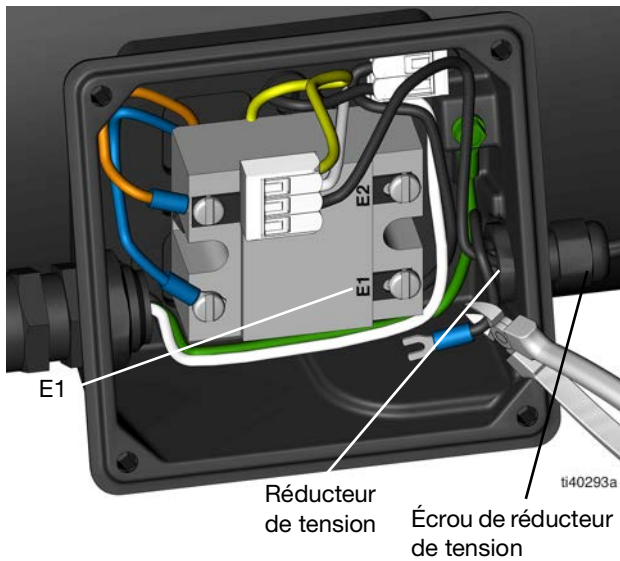

FIG. 16
8. Utilisez un tournevis pour dégager le fil du pressostat de E1. Débranchez l'autre fil du pressostat du connecteur contenant les câbles jaune et blanc (FIG. 16).
9. Coupez le fil du pressostat (FIG. 16) avec le connecteur de la fourche.
10. Desserrez l'écrou du réducteur de tension (FIG. 16).
11. Tirez le fil du pressostat hors de la boîte à bornes en le faisant passer par le réducteur de tension (FIG. 16).